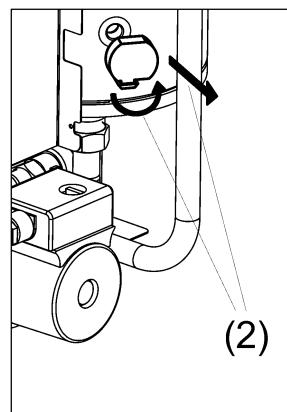

Рисунок 12. Замена датчика давления теплоносителя
- (1) Отсоедините штекер от датчика.
- (2) Выверните датчик вместе с переходником (см. рис. 12) из теплообменника.
- (3) Выверните датчик из переходника.
- (4) Вверните новый датчик в переходник. Для герметизации резьбового соединения используйте герметик (нанесите герметик на обе резьбовые поверхности).
- (5) Вверните датчик вместе с переходником в теплообменник.
- (6) Подсоедините штекер.
- (7) Проверьте герметичность установки датчика.
- (8) Проверьте надёжность контактов электрического соединения.